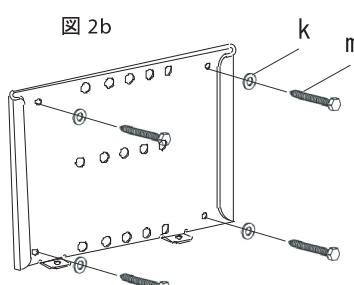

図3a
- ・図3aを参考にして、モニターマウント（a）を壁掛プレート（b）に正確にしっかりと取付けて下さい。